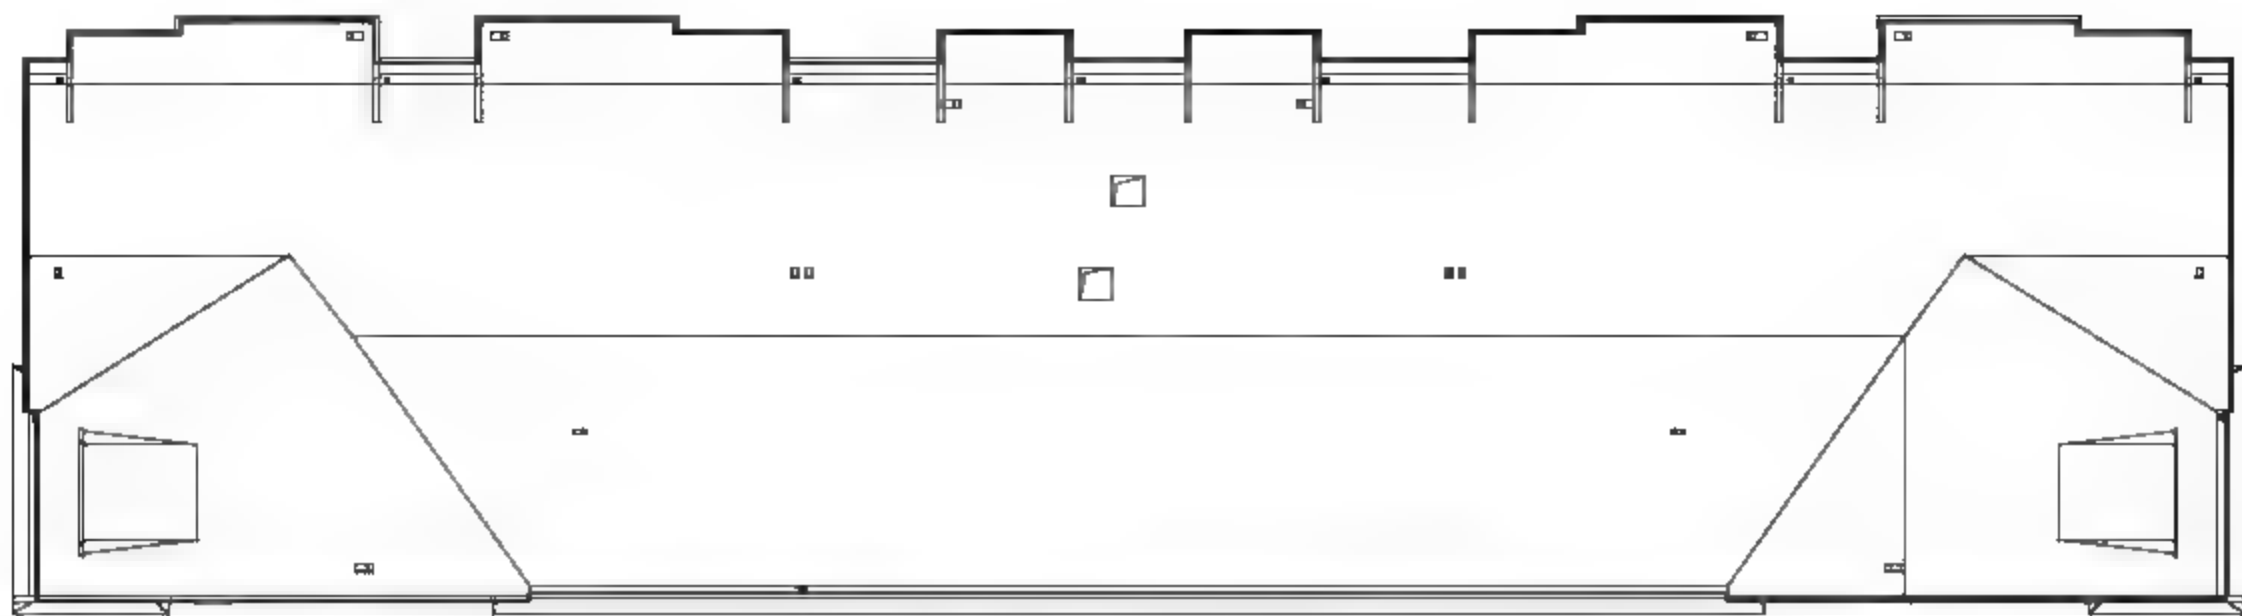

图12-24 绘制接闪线
**01** 调用PL【多段线】命令，在命令行中输入W，选择【宽度】选项，设置起点宽度、端点宽度均为50，沿着建筑物的外轮廓线来绘制接闪线，结果如图12-24所示。